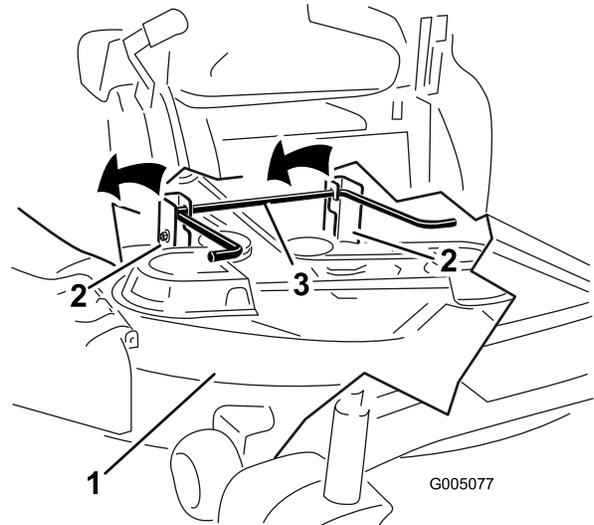
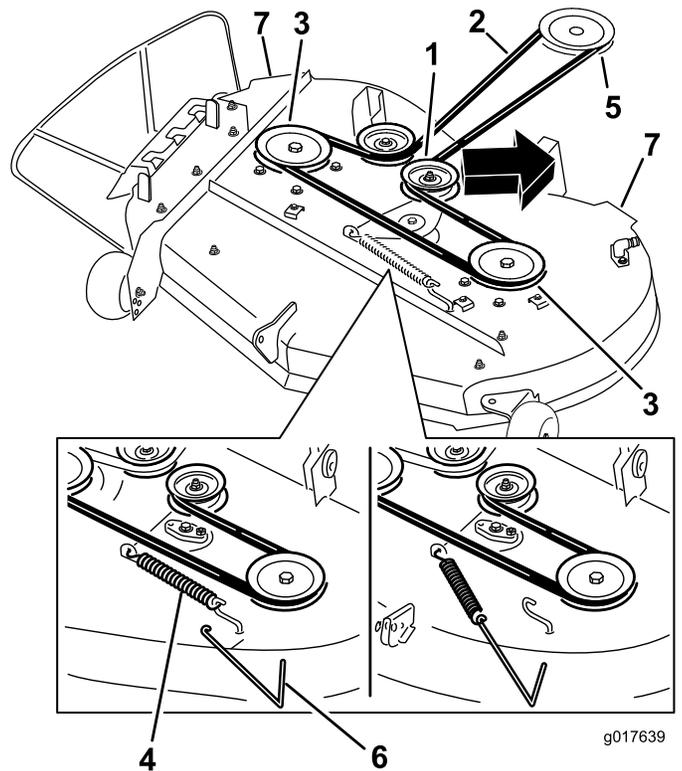

Figure 55
Figure 56
- En vous aidant des poignées, soulevez le tablier de coupe et les supports pour les dégager de la tige de levage arrière et abaissez le tablier au sol avec précaution (**Figure 55** et **Figure 56**).
4. À l'aide d'un outil de dépose de ressort (réf. Toro 92-5771), décrochez le ressort du crochet sur le tablier pour éliminer la tension sur la poulie de tension et déchaussez la courroie des poulies (Figure 56).
5. Acheminez la courroie neuve autour de la poulie du moteur et des poulies du tablier de coupe (Figure 56).
6. À l'aide d'un outil de dépose de ressort (réf. Toro 92-5771), accrochez le ressort au crochet situé sur le tablier, ce qui a pour effet d'exercer une tension sur la poulie de tension et la courroie du tablier de coupe (Figure 56).
5. Soulevez l'arrière du tablier de coupe et guidez les supports sur la tige de levage arrière (Figure 55).